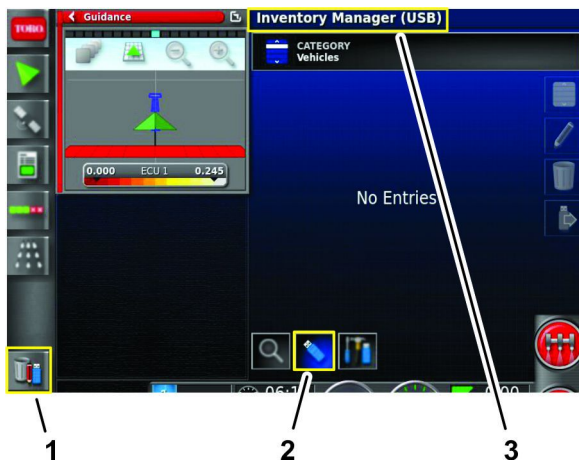

Рисунок 87
3. Нажмите на значок управления ресурсами (Рисунок 87).
4. Если заголовок в верхней части экрана содержит «Управление ресурсами (USB)», нажмите на значок переключения просмотра (Рисунок 87).